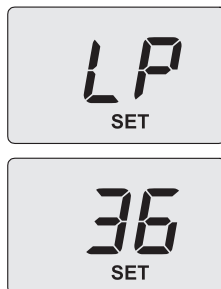

Рисунок 9.17
- На дисплеї з'явиться повідомлення **SET** (налаштовано) (Рисунок 9.17).
- Виберіть параметр 1, натисніть 14 (Рисунок 9.14) для підтвердження. На дисплеї з'явиться **LP**, що чергується з мінімальною температурою ГВП (Рисунок 9.17).